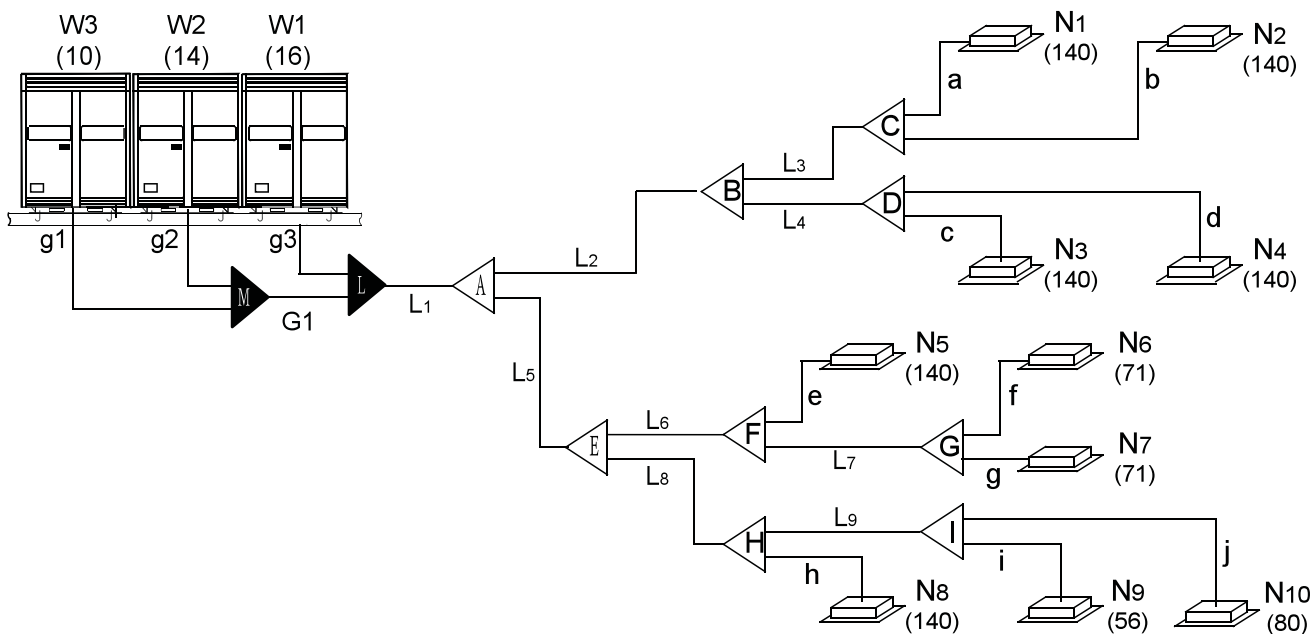

Рис. 5-3
- 2) Рассмотрим схему, приведенную на Рис. 5-3, при условии, что эквивалентная длина всех трубопроводов в системе более 90 м.